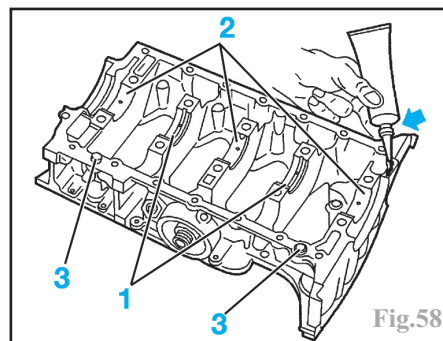

Fig.58
- poser dans le carter-chapeaux de paliers de vilebrequin des coussinets de vilebrequin en fonction de la classe déterminée (rainurés dans les paliers n° 2 et 4 (1) et lisses dans les paliers n°1, 3 et 5 (1), Fig.58).
- contrôler la présence des 2 douilles de centrage sur le carter-chapeaux de paliers (3) puis enduire son plan de joint
d'un cordon régulier de pâte d'étanchéité appropriée à base de silicone (par exemple **Loctite Autojoint Or**) (Fig.58).